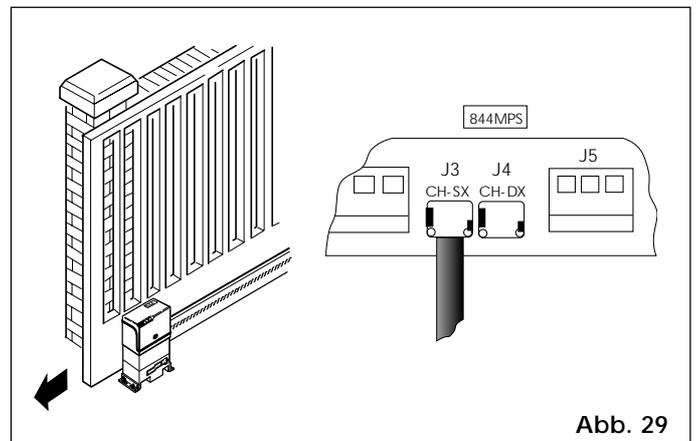

Abb. 29
- 1) Steckverbinder des Endschalters je nach Schließrichtung des Tores an das elektronische Steuergerät 844 MPS anschließen (Abschnitt 5.2.3, Abb. 29/30).